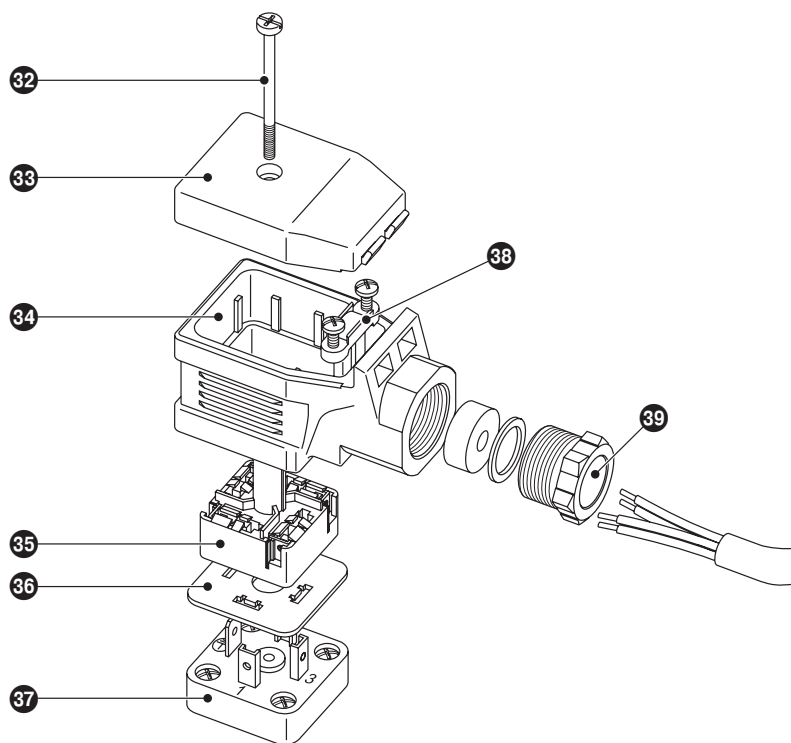

Fig. 23
1. Svitare la vite **32**. **Fig. 23**